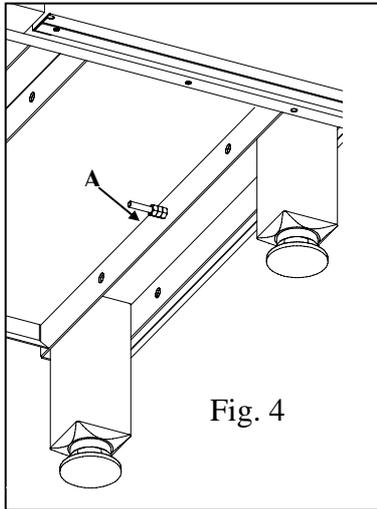

Fig. 4
- (FR) Raccorder la borne d'équipotentialité (fig. 4).
- (DE) Die Äquipotentialklemme des Gerätes anschließen (Abb 4).
- (IT) Raccordare il terminale di equipotenzialità dell'apparecchio (fig. 4).